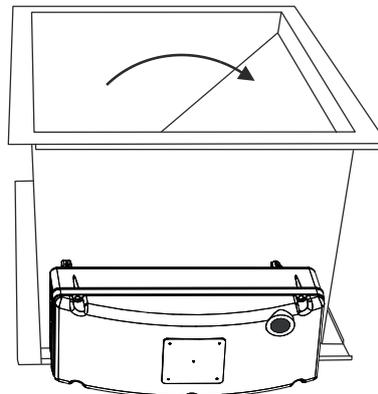

Abb. 14: Den Schieber in die Position Fütterungsanlage 1 (normalerweise nach rechts) drehen.
- 3) Wenn der DA 74CO stoppt, wird der Verteilungsschieber manuell auf die Position Futteranlage 1 (normalerweise nach rechts) gedreht. Siehe Abb. 14.